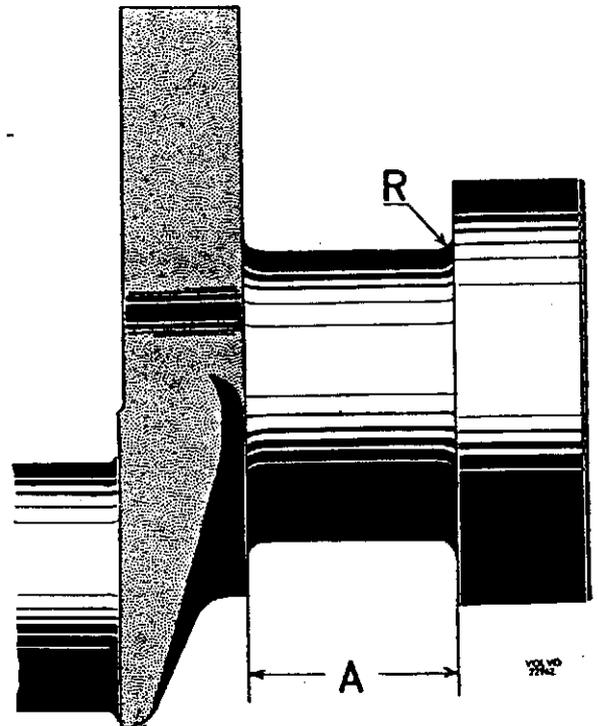

Abb. 40 Lagerzapfen
Die Zapfenradien sollen für sämtliche Zapfen 2,0–2,5 mm betragen, siehe Abb. 40. Das Breitenmaß (A) für das Führungslager ist von der Abmessung des Bolzens abhängig und wird geschliffen, bis das richtige Maß erreicht ist.